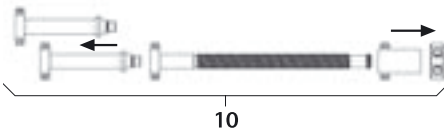

Fig. 6
- Smontare il distrattore ad asta filettata **10**, vedere Fig. 6.